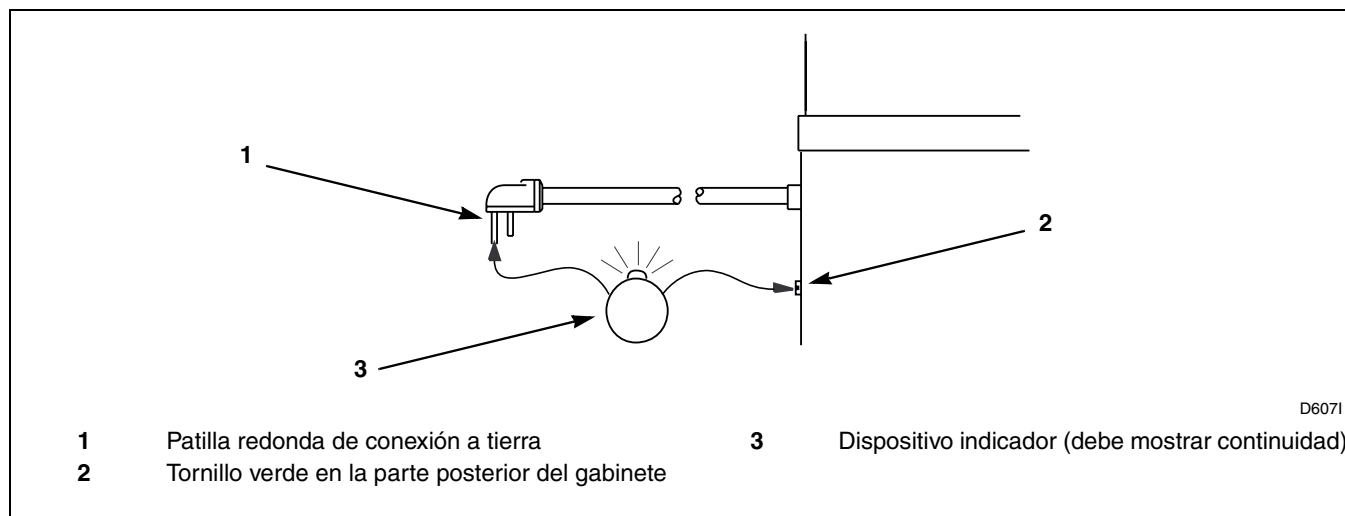

Figura 18
11. Revise la continuidad de la conexión a tierra antes de conectar el cable de corriente en un tomacorriente. Use un indicador adecuado en la patilla central de conexión a tierra de la clavija y en el tornillo verde en la parte posterior del gabinete. Consulte la *Figura 18*.